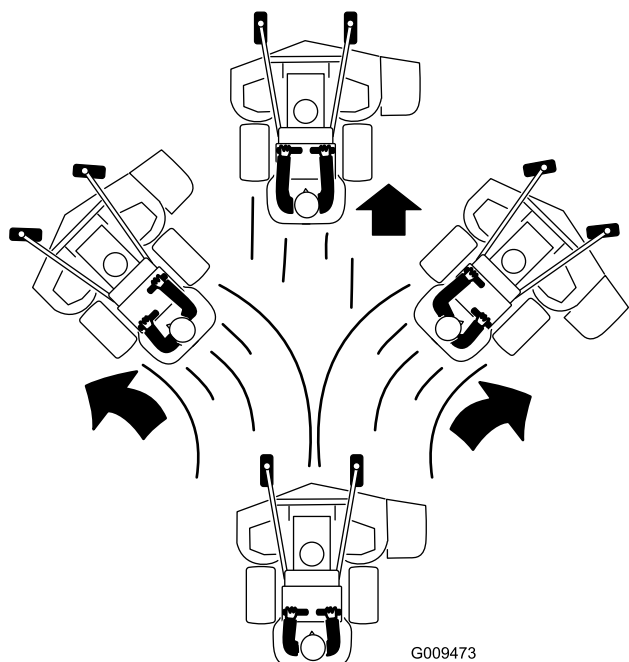

Figure 20
3. Poussez lentement les leviers de commande de déplacement lentement en avant (Figure 20).